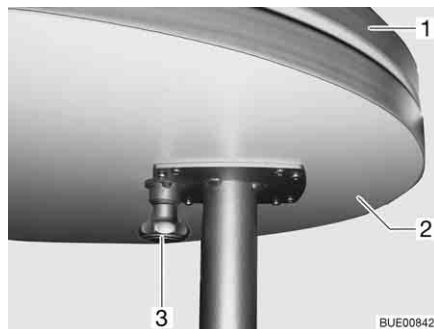

Fig. 111 Rallonge de table pivotante
**Rallonger la table :** ■ Tirer le bouton (Fig. 111,3) du dispositif de verrouillage vers le bas et sortir la rallonge de table (Fig. 111,2).
- Faire pivoter la rallonge de table (Fig. 111,2) sous le plateau de table (Fig. 111,1) jusqu'à ce le dispositif de verrouillage s'enclenche de façon perceptible.